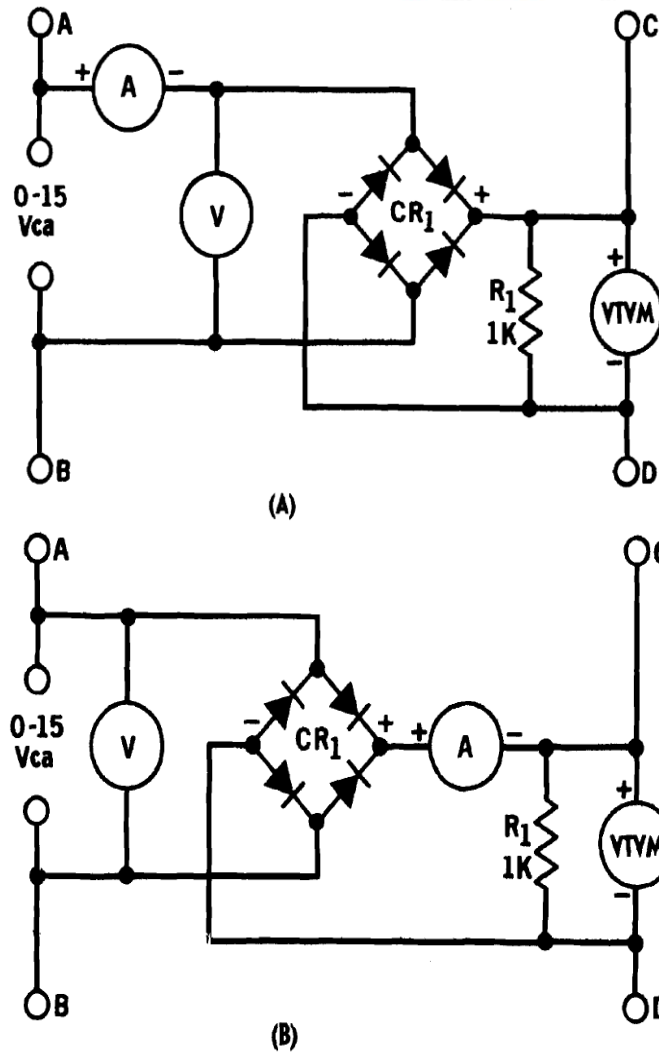

Fig. 24-5
15. Conecte el circuito de la Fig. 24-5 (A). Con el osciloscopio conectado a los puntos A y B, ajuste la tensión de la fuente a 12 V y pídale al instructor que ajuste los controles para exhibir el patrón de ondas senoidales. Dibuje la forma de onda correspondiente, identificando el pico y los valores de pico a pico.
Desconectar momentáneamente la energía y reconecte el amperímetro de CD como se muestra en la Fig. 24-5 (B). ¿El amperímetro de CD indica ahora una corriente cuando se aplica nuevamente energía?..... ¿Por qué el amperímetro de CD ha dado una lectura de corriente cuando se ha repuesto en el circuito; pero no antes?